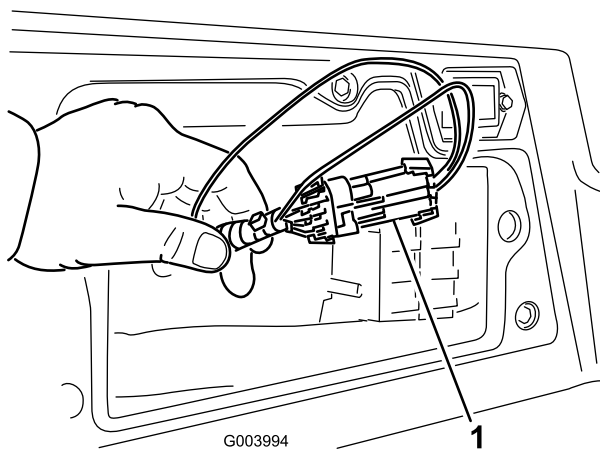

図 47
3. コントローラの近くにあるワイヤハーネスとそのコネクタを探し出す図 47。